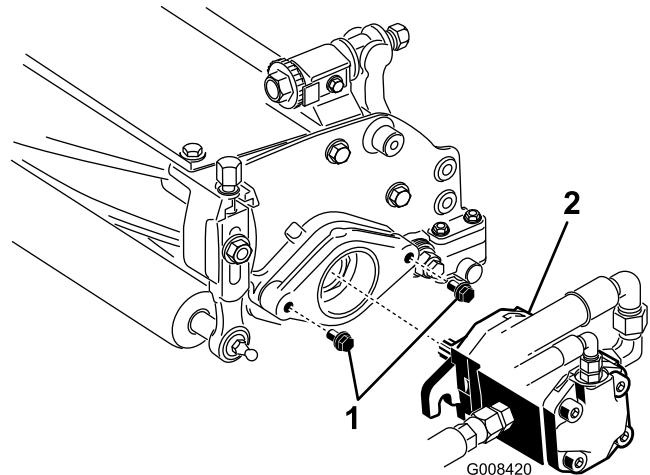

Figura 18
- Coloque los tornillos de montaje del motor de tracción del molinete en cada unidad de corte. Deje expuesta 13 mm aproximadamente de rosca en cada tornillo de montaje (Figura 18).
- Recubra de grasa limpia el eje del motor e instale el motor girándolo en el sentido de las agujas del reloj de manera que las bridales del motor no choquen con los pernos. Gire el motor en el sentido contrario a las agujas del reloj hasta que las bridales se enganchen en los pernos (Figura 18).
- Apriete los pernos de montaje** (Figura 18).